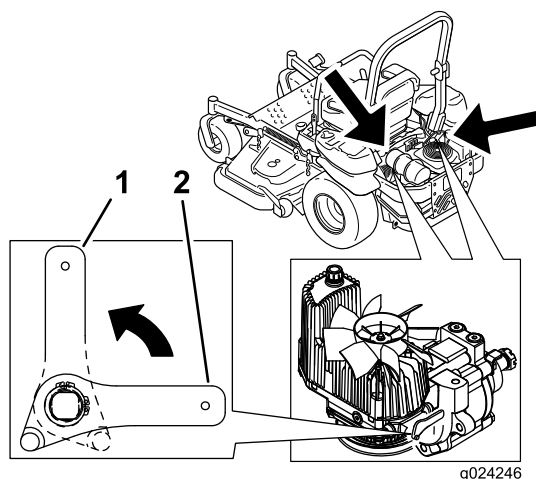

Figura 33
2. Gire las palancas de las válvulas de desvío a la posición vertical para empujar la máquina. Esto permite que el aceite hidráulico se desvíe alrededor de la bomba, dejando que las ruedas giren (Figura 33).
4. Gire las palancas de las válvulas de desvío a la posición horizontal para conducir la máquina (Figura 33).